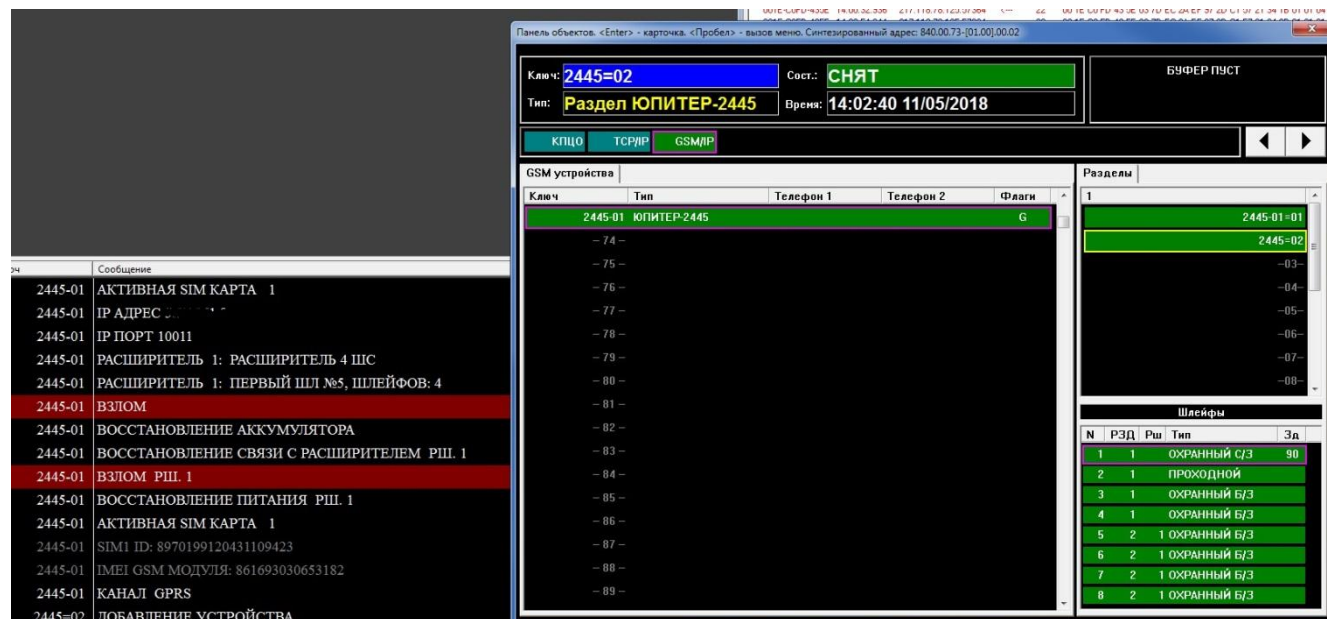

Рисунок 17. Загрузка конфигурации УОО
5.2 Включить питание УОО. После чтения файла конфигурации и сохранения настроек, должен прозвучать длинный звуковой сигнал. После подключения к АРМ ДПУ, УОО должен передать свою конфигурацию. Добавленные расширители и соответствующие им шлейфы сигнализации должны отображаться в карточке прибора (рисунок 17).